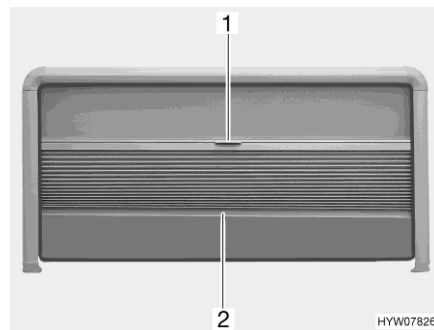

Bild 69 Faltverdunklung und Insektenschutzrollo (Ausstellfenster)
*Schließen:* ■ Die Faltverdunklung in der Mitte des Abschluss-Stabes (Bild 69,2) fassen und vorsichtig nach unten ziehen.
*Öffnen:* ■ Den Abschluss-Stab (Bild 69,2) der Faltverdunklung in der Mitte halten und die Faltverdunklung vorsichtig nach oben schieben.
*Schließen:* ■ Das Insektenschutzrollo am Griff (Bild 69,1) nach unten ziehen.
*Öffnen:* ■ Das Insektenschutzrollo am Griff (Bild 69,1) ganz nach oben schieben.